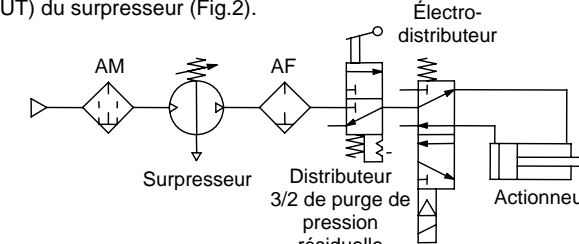

Fig.2 Exemple de schéma (1)
- Pour évacuer la pression résiduelle rapidement en aval du surpresseur pour un entretien, connectez un distributeur 3 voies sur le port de sortie (OUT) du surpresseur (Fig.2).